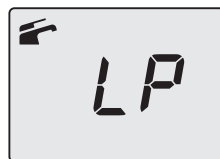

Figura 7.6
- Sul display LCD appaiono le lettere **LP** che si alternano con il valore di temperatura dell'acqua di riscaldamento (es.**45**), indicanti l'entrata nell'attivazione della "funzione spazzacamino" alla potenza minima (Figura 7.6).